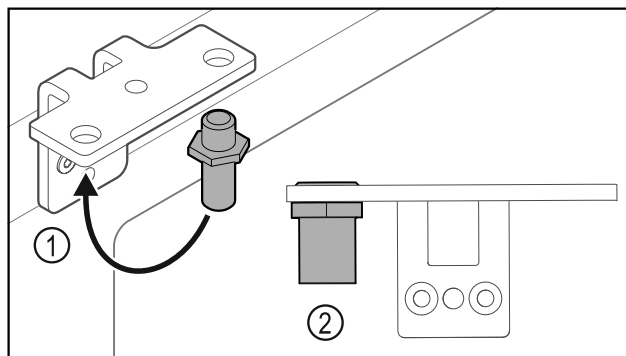

Fig. 29
- ▶ Sett om bolten Fig. 29 (1) i hengselvinkelen.
- ▶ Trekk til bolten Fig. 29 (2) med **et tiltrekkingsmoment på 12 Nm**.